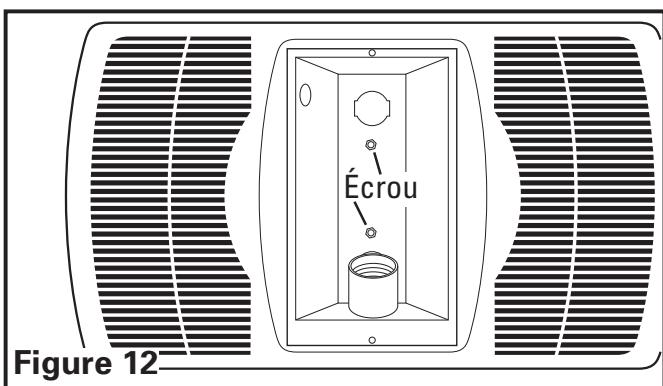

Figure 12
- Attacher le réflecteur de lumière en place avec les deux écrous enlevés durant l'Étape 2 dans la **SECTION 1 Préparation de l'unité**, afin que la grille s'ajuste fermement contre le plafond (**Figure 12**).